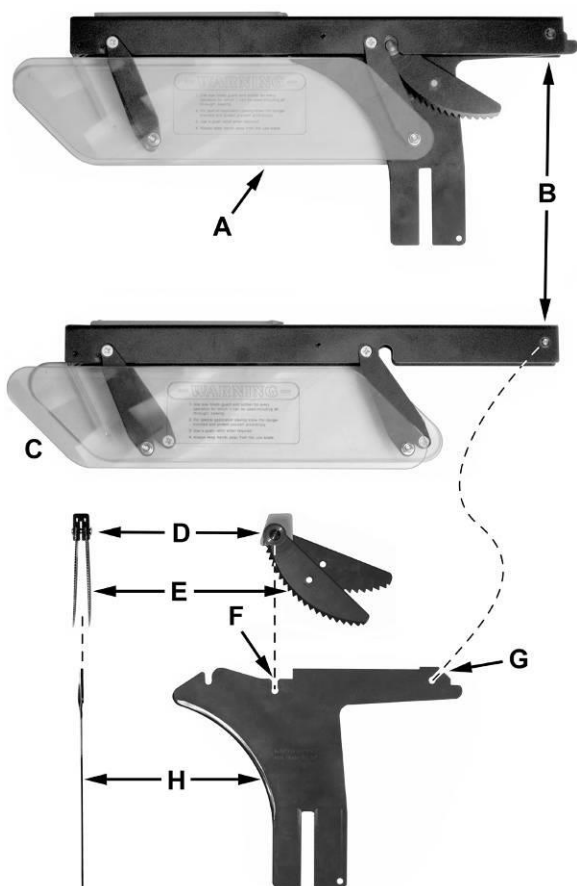

Рис. 7
Описание. См. Рис. 7:
Расклинивающий нож в сборе с защитным ограждением пильного диска показан на Рис. 7, А. Перед установкой этого узла на станок необходимо сначала снять с расклинивающего ножа (Н) *противоударные фиксаторы* (Е):
См. Рис. 7:
1. Снимите *защитное ограждение пильного диска* и *противоударные фиксаторы* (С, Е, Рис. 7).